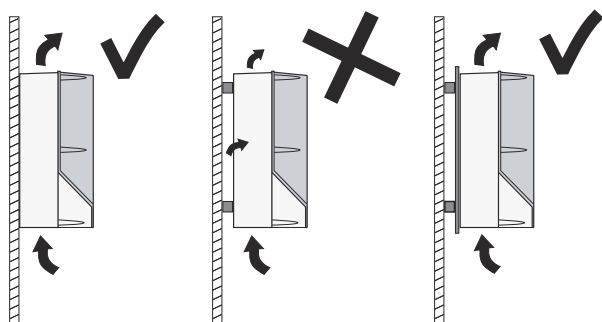

Fig. 2 CUE pendurado diretamente na parede ou equipado com uma chapa traseira
- Pendure o armário do CUE diretamente na parede, ou instale uma chapa traseira. Consulte a fig. 2.